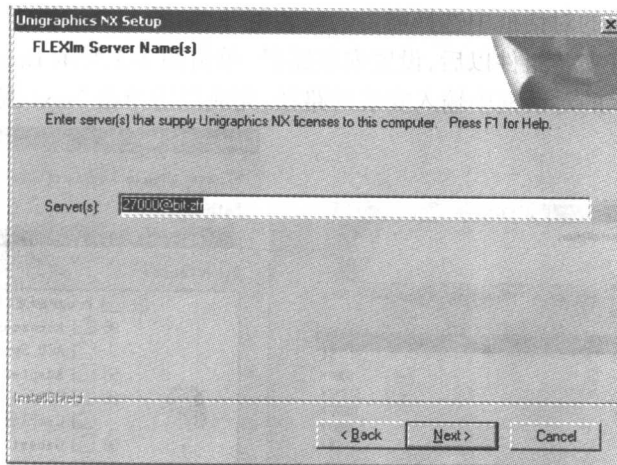

图 1-7 指定网络标识名称对话框
- 系统弹出如图 1-7 所示对话框,指定网络标识名称,完成以后单击 Next 按钮。